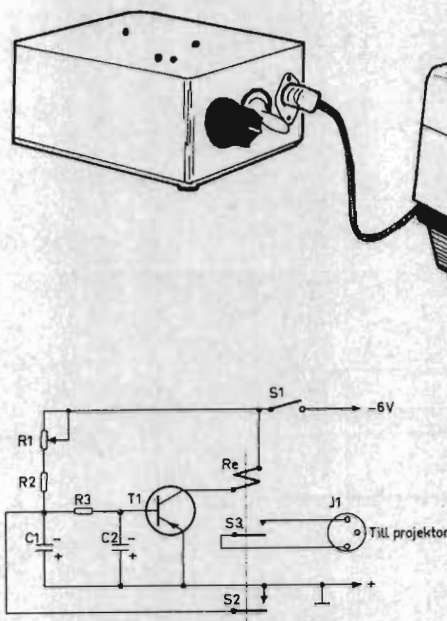

Fig 1. Principschema för timern.
Fig 1. Mixern som beskrivs i denna artikel kan användas för att mixa signaler från upp till fyra olika signalkällor. Den är utrustad med VU-metrar och hörtelefonförstärkare och har data som i vissa stycken kan mäta sig med mixer-apparater i 2–3 000 kronorsklassen.
■ Elektrolytkondensatorn C1 laddas upp genom resistansen R1 + R2 till dess spänningen når det värde då basströmmen genom R3 och T1 blir så stor att kollektorströmmen ökar så att reläet Re drar. — Se fig 1. Därvid sluts kontaktgrupp S2, varvid C1 urladdas så att basströmmen minskar så mycket att reläet faller. Detta sker dock inte omedelbart, utan reläet kommer att ligga draget några hundra ms på grund av laddningen i kon-
Metoden har resulterat i en maskin av ganska imponerande dimensioner — se fig 1. Med denna kan man tillverka förlagor för masker med vilka man med tillämpande av fotoresistmetoder kan framställa tunnfilmkretsar. Apparaturen kan också användas för att justera resistans- och kapacitansvärden på färdiga tunnfilmkretsar.
Fig 1. Den nya maskinen från ITT som kan framställa förlagor för masker för tunnfilmkretsar direkt i skala 1:1. Behovet av tuschritningar i stor skala bortfaller alltså. På fotot ses längst t h ett kontrollstativ, i mitten remsläsaren och t v bordet med graverhuvudet.
Fig 1. Räckvidden  $d$  för UHF-vågorna begränsas vid normala väderleksförhållanden av den s k radiohorisonten, dvs i detta fall av avståndet mellan sändaren S och mottagaren  $M_1$ . Mottagaren  $M_2$ , som befinner sig under radiohorisonten och i vad man brukar kalla skuggzonen, ligger då utanför sändarens räckvidd. Om däremot ett reflekterande skikt (ledskikt) förekommer, bryts (refrakteras) vågorna mot detta och kommer att nå fram till mottagaren  $M_2$  i skuggzonen.
med avvikande temperatur och fuktighet intränger i en homogen luftmassa, se fig 1. Eftersom det huvudsakligen är strålar med stor infallsvinkel som bryts mot luftskikten, kommer dessa att böjas av efter jordens rundning och på så sätt ge onormalt långa räckvidder. I viss utsträckning avböjs emellertid de elektromagnetiska vågorna också i normalatmosfären så mycket att den faktiska radoräckvidden överstiger den optiska med ungefär 15 %. Denna avböjning, som är karakteristisk för höga frekvenser, benämns diffraktion.